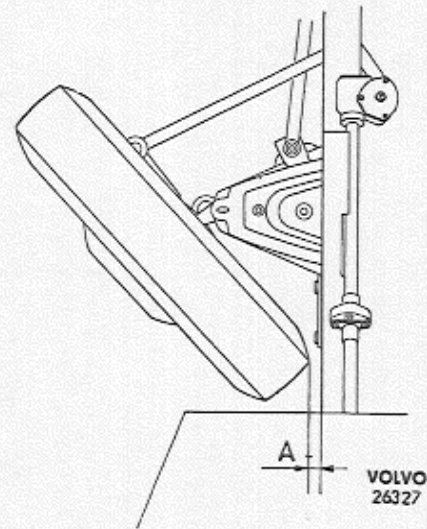

Abb. 9 Radeinschlag einstellen
Das Drehen der Räder nach außen wird von den Anschlagsschrauben am Lenkstockhebel und Umlenkhebel begrenzt (Abb. 9).
1. Das linke Rad möglichst weit nach außen drehen. Kontrollieren, daß der Abstand zwischen Reifen und Querstabilisator (Maß A, Abb. 9) 10—15 mm beträgt. Bei anderem Wert ist die Sicherungsmutter für die Anschlagsschraube des Umlenkhebels zu lösen, wonach dieser zu drehen ist, bis man den richtigen Wert erhält. Anschlagsschraube danach sichern.